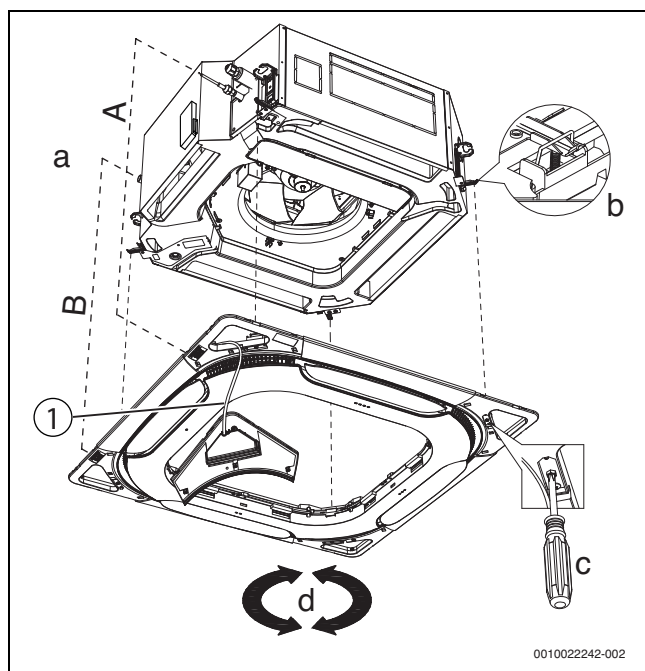

Рис. 19
1. Совместите декоративную панель с направлением внутреннего блока. На декоративную панель нанесен следующий текст: «Сторона трубопровода» и «Дренажная сторона». Поверните декоративную панель так, чтобы надпись «Сторона трубопровода» совпала с положением трубопровода подачи хладагента, а надпись «Дренажная сторона» — с положением дренажной трубки (→ рис. 19, «а»).
2. Повесьте декоративную панель: на задней стороне панели в каждом из четырех углов установлено крепление из стальной проволоки. Наденьте стальные проволоочные крепления на крючки, расположенные в четырех углах внутреннего блока (→ рис. 19, «b»). Повесьте панель на выступающий крюк.
3. Предварительно закрепите декоративную панель: вкрутите запорные винты, расположенные в четырех углах панели, примерно на 5 мм. Панель поднимется на 5 мм соответственно (→ рис. 19, «с»).
4. Поверните декоративную панель так, чтобы она полностью закрывала отверстие в потолке (→ рис. 19, «d»).